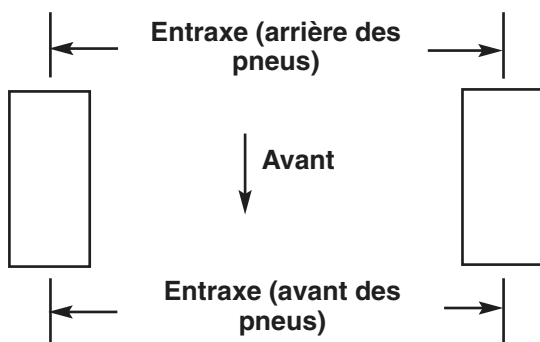

Figure 26
2. Mesurez la distance entre les roues avant à hauteur d'essieu (à l'avant et à l'arrière des roues) (Fig. 26). La valeur doit être la même à l'avant et à l'arrière  $\pm 6$  mm.